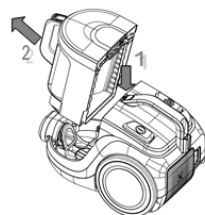

Fig. 2
2. Presione el pestillo en el cuerpo de la aspiradora (Fig 2) y retire el colector de polvo tirando hacia arriba.
1. Retire el colector de polvo (Fig. 2).